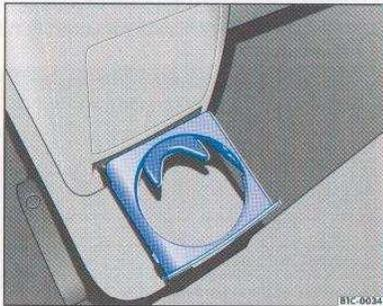

Fig. 47 Portabebidas traseros
- Presione sobre el portavasos para abrirlo. Se abre automáticamente => fig. 47.